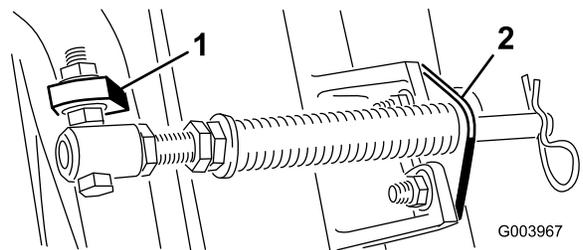
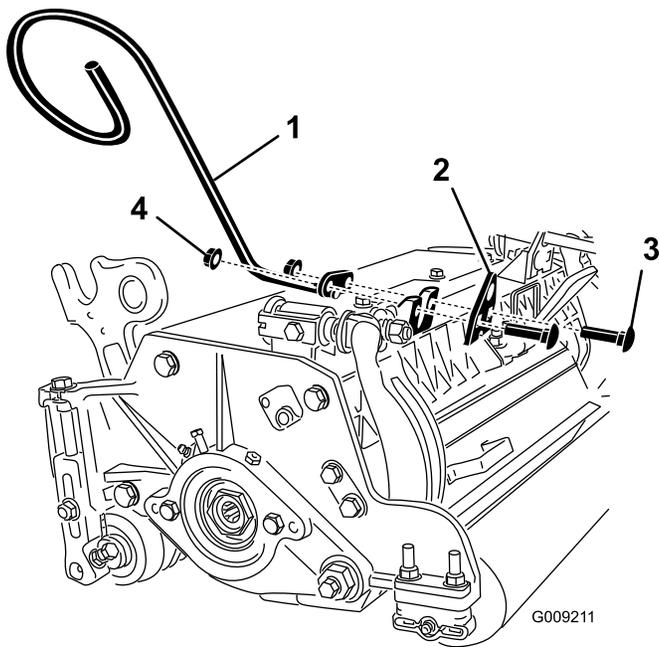

Figura 6
Figura 8
C. Montate il bullone del tubo della molla sull'aletta opposta, sul telaio portante, e fissatelo con il dado flangiato. La testa del bullone deve essere posta sul lato esterno dell'aletta, come illustrato nella Figura 6.
D. Montate la staffa dell'asta sulle alette degli elementi di taglio usando i bulloni a testa tonda e i dadi (Figura 6). Inoltre, nel rimontare la staffa dell'asta, sull'elemento di taglio n. 4 (lato sinistro) montate la guida del flessibile di sinistra sulla parte anteriore delle alette degli elementi di taglio (Figura 8).